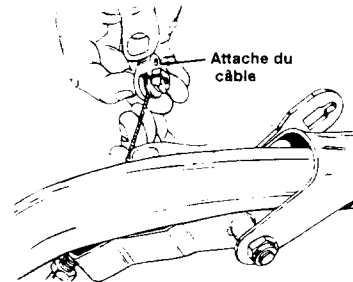

FIGURE 5
3. Accrochez l'extrémité cylindrique du câble dans l'attache. Glissez le câble dans la fente, comme à la figure 5.